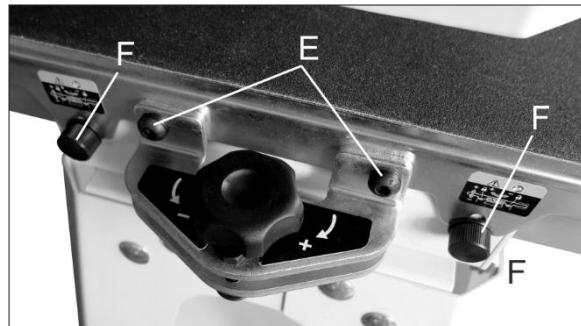

Figure 10-3
- Enlevez le deux (2) vis fixant la table du convoyeur à la base.
- Enlevez les deux (2) vis fixant la table du convoyeur au support d'alignement du cylindre (E, Figure 10-3).
- Desserrez les deux blocages (F, Figure 10-3).